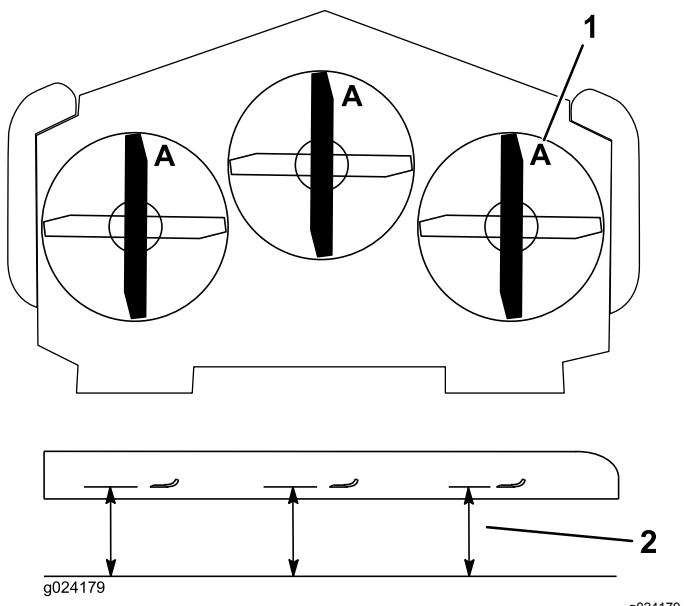

Figura 90
3. Girate le lame fino a disporle in parallelo con la lunghezza della macchina (Figura 90).
4. Misurate da un piano orizzontale fino al tagliente delle lame, posizione A, (Figura 90). Prendete nota di questa misura.